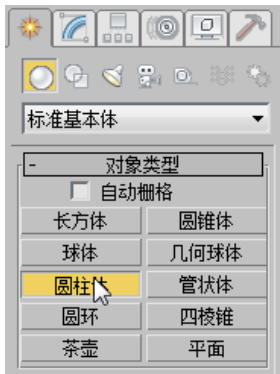

图 2-41 单击“圆柱体”按钮
STEP 01 单击“几何体”按钮，在几何体命令面板中单击“圆柱体”按钮，如图 2-41 所示。